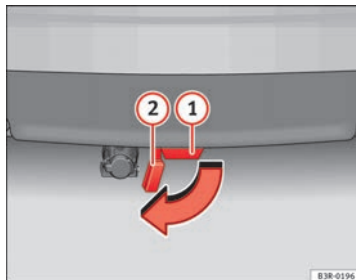

Fig. 167 Parachoques trasero: Abrir el tapón
- Extraiga hasta el tope final el tapón ② ⇒ fig. 167 del tubo de enclavamiento ① que se encuentra debajo del parachoques. El tapón encastra de un modo automático en el tope final.